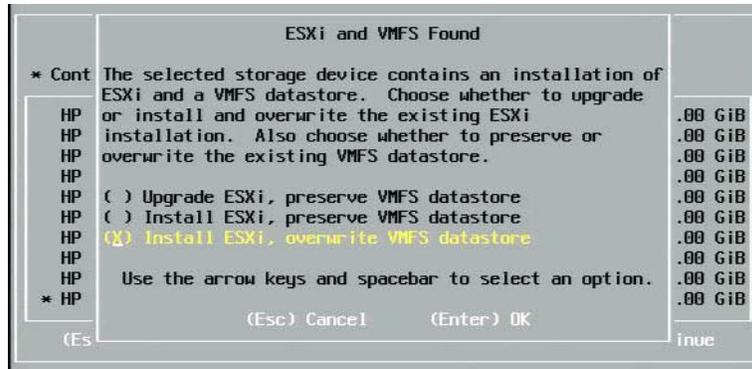

Abbildung 14-32. ESXi und VMFS gefunden
5. Wählen Sie im Fenster „ESXi and VMFS Found“ (ESXi und VMFS gefunden) (Abbildung 14-32) die Installationsmethode.